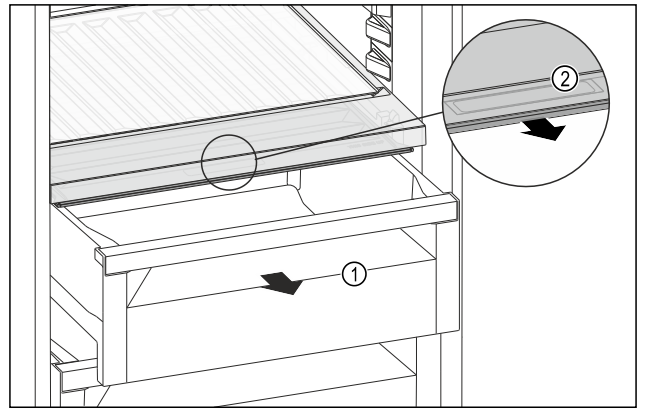

Fig. 148
- ▶ 拉出抽屉 Fig. 148 (1)。
- ▶ 抓住抽屉盖上的内嵌式拉手 Fig. 148 (2), 并同时向前拉出抽屉盖。